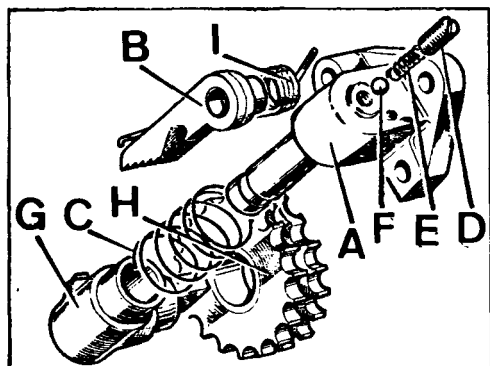

Fig. A1-F Desarmado del tensor hidráulico
- 3.1. Instalar la bola o válvula, F (Fig. A1-F), el muelle, E, y el tapón, D, frenando este último con dos granetazos sobre la rosca.